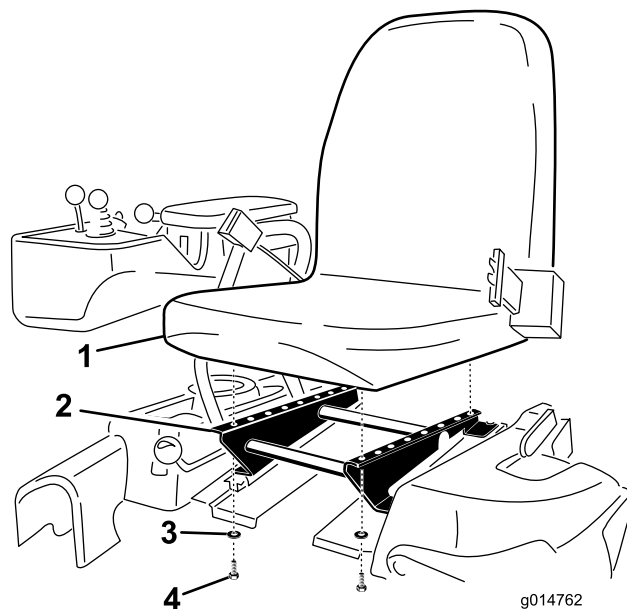

Bild 4
3. Befestigen Sie den Sitz mit den vier vorher entfernten Schrauben und Scheiben am Sitzunterteil (Bild 4).